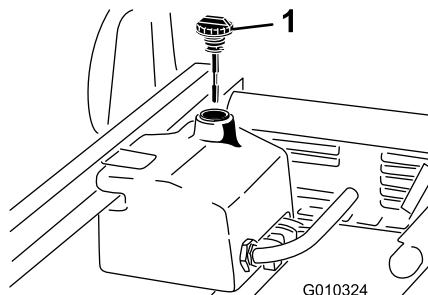

Figura 20
- Pulite la zona intorno al collo del bocchettone e il tappo del serbatoio idraulico (Figura 20).
- Togliete l'asta di livello (Figura 20) dal collo del bocchettone e pulitela strofinando con un panno pulito.